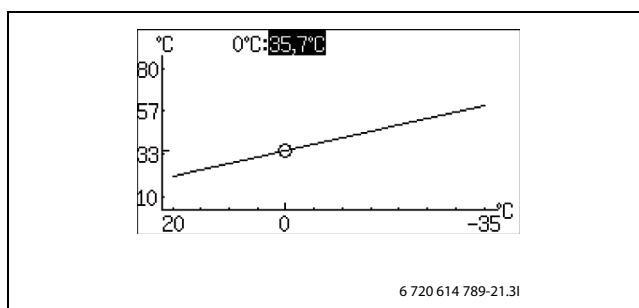

Bild 26
- ▶ Vrid ratten när fyrkanten är markerad tills 0 °C är markerad (→ Bild 26).